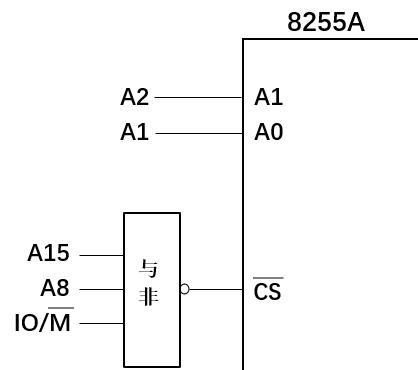

图 1 8255A 的地址译码电路
3. 8255A 的地址译码电路如图 1 所示，写出端口 A、B、C 和控制字寄存器的地址。设 A、B、C 口均工作在方式 0，A 和 C 口上半部设置为输入，B 和 C 口下半部设置为输出，写出 8255A 的控制字。8255A 的控制字格式见附录 2。